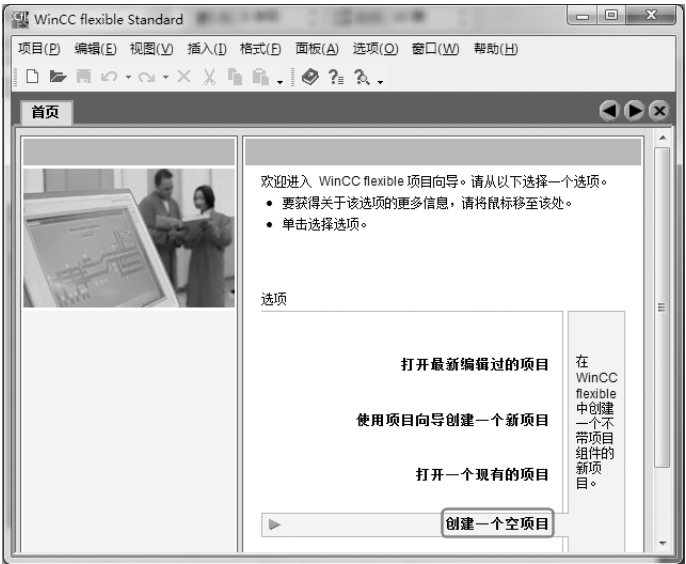

图 10-53 初始界面
2) 新建项目。启动计算机中的 WinCC flexible 软件，初始界面如图 10-53 所示。